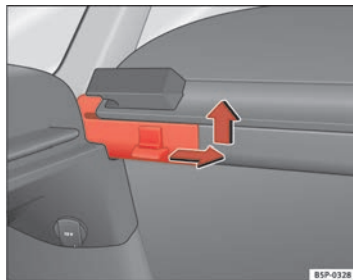

Fig. 124 Desmontaje de la bandeja portaobjetos
- Presione la clavija lateral en el sentido de la flecha, levante la bandeja y extráigala. → fig. 124